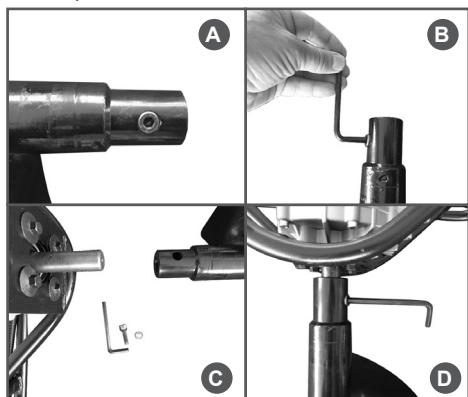
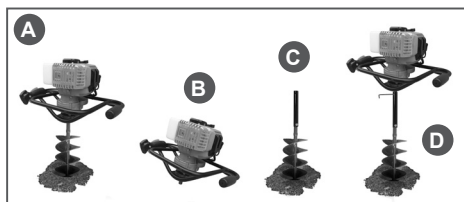

Рис. 3 Установка шнека
Рис. 4 Установка удлинителя
3. Снимите крепез со шнека (Рис. 3А, 3В).
5. Совместите крепежное отверстие вала отбора мощности с крепежным отверстием шнека (Рис. 3С).
6. Закрепите шнек на валу отбора мощности с помощью прилагаемого крепежа и надежно затяните его (Рис. 3Д).
1. Пробурите скважину в земле глубиной 30-50 см (Рис. 4А). Остановите двигатель.
2. Снимите крепез шнека (Рис. 3). Отсоедините двигатель от шнека и уберите его в сторону. Двигатель должен опираться на грунт рамой с рукоятками и валом отбора мощности (Рис. 4В).
4. Вставьте удлинитель в вал шнека, совместите отверстия, затем установите крепез. Надежно затяните (Рис. 4С).
5. Установите двигатель на вал удлинителя и закрепите его крепезом, снятым в п.3. Надежно затяните (Рис. 4Д).